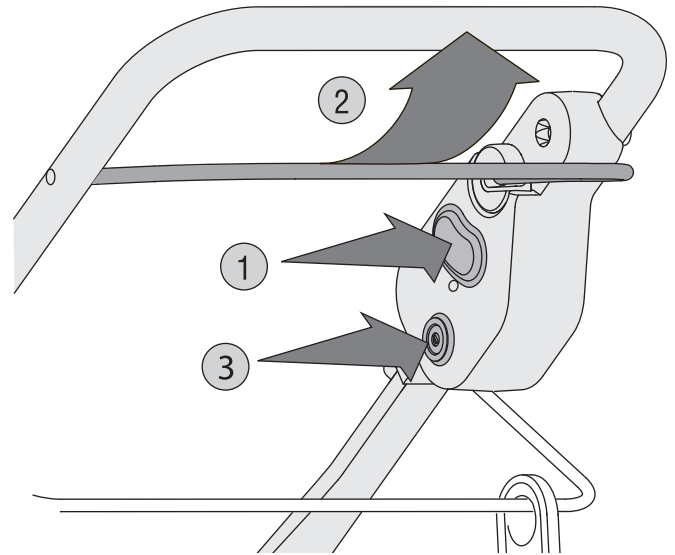

Fig. 6
4. Oprima el botón arrancador (rojo) y manténgalo oprimido (Fig. 6, no. 1).
5. Mientras mantiene oprimido el botón arrancador, haga pivotar el gancho hacia arriba contra la manija (Fig. 6, no. 2) para arrancar el motor y engranar los dientes.
2. Oprima el interruptor de protección contra sobrecarga para restablecer (Fig. 6, no. 3).